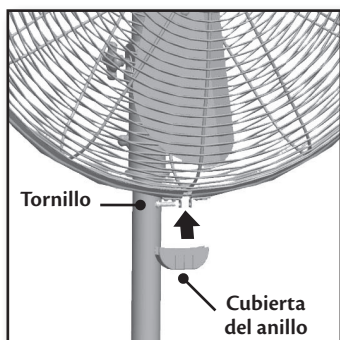

Figura 15
10. Apriete el tornillo para asegurar el anillo de la rejilla sobre las rejillas frontal y trasera. Coloque la cubierta del anillo sobre el tornillo. Figura 15.